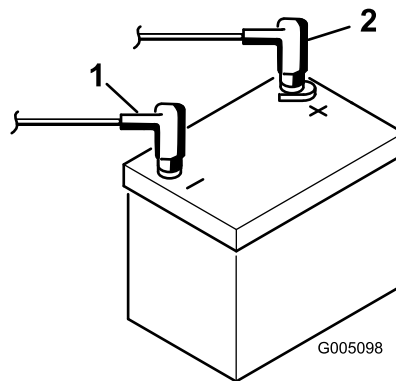

図 8
- 赤いプラスケーブルをバッテリーのプラス端子に、黒いマイナスケーブルはバッテリーのマイナス端子にはめ、ボルトとナットで固定する **図 8**。ショート防止のために端子にゴムキャップをかぶせる。